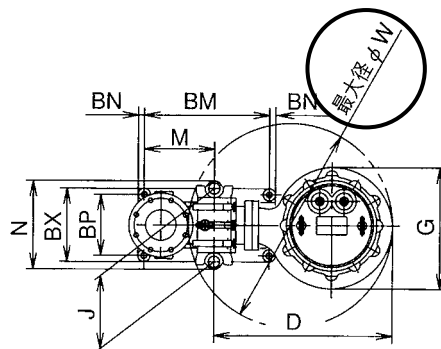

図71
- 着脱装置付排水ポンプの場合、ポンプ部取出しに必要な寸法（最大径φW）を外形寸法図に記載していますので必要開口を設置してください。(図 71 を参照ください。)